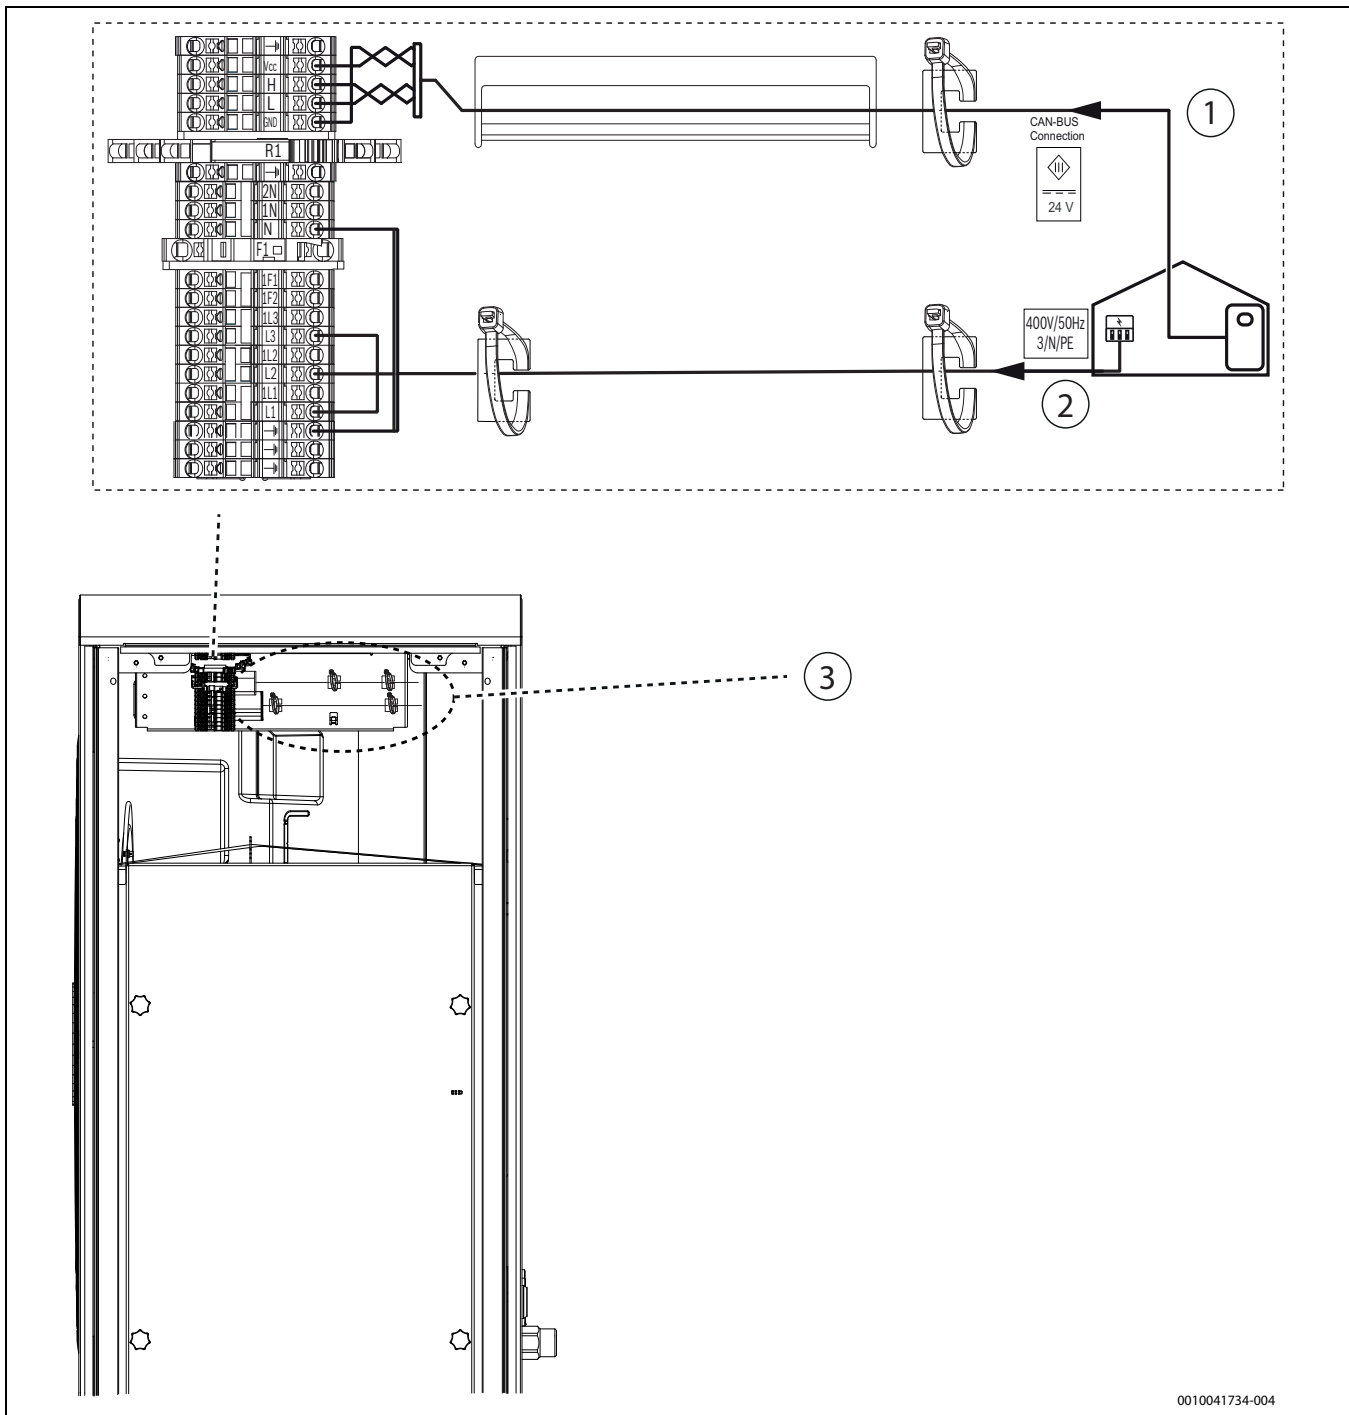

Fig. 34 Bornes de raccordement au niveau du raccordement d'installation
- ▶ Raccorder le câble conformément à la → figure 34.